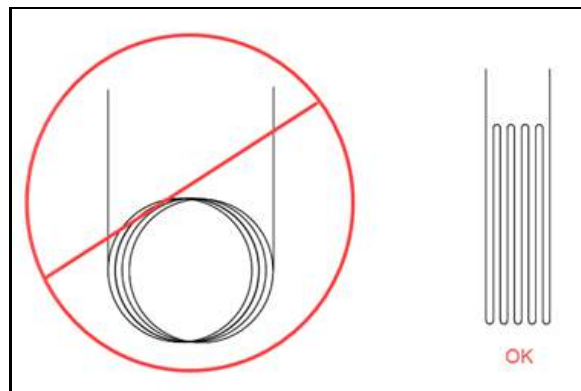

FIGURE 2-4. RECOMMANDATIONS RELATIVES AU CÂBLE
- N'enroulez pas en boucle le câble du transducteur de pression en excès. Enrouler le câble augmente les effets de toute interférence rayonnée, conduite ou couplée capacitive. Placez l'excès de câble à l'intérieur de la console en métal DAAS et fixez-le comme à la Figure 2-4.